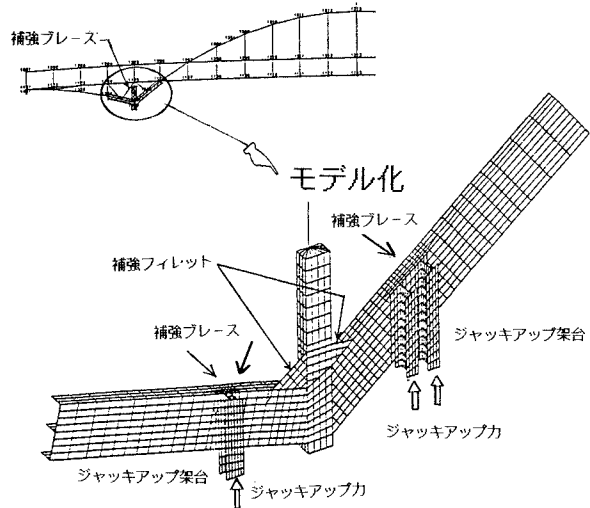

図4 FEM解析モデル
支点近傍アーチリブおよび支点上鉛直材を板要素および棒要素でモデル化（図4）した3次元FEM詳細応力解析を実施した。その結果、ジャッキアップ点近傍アーチリブの最大主応力が降伏点強度の2倍程度と非常に高い応力状態となることがわかり、補強方法を綿密に検討した。補強は、ジャッキアップに伴うアーチリブの変形を拘束するためにプレスを設ける、②アーチリブ支点隅部応力集中の緩和するためにフィレットを設けることとし、応力レベルの大幅な低下に効果があることを確認した。